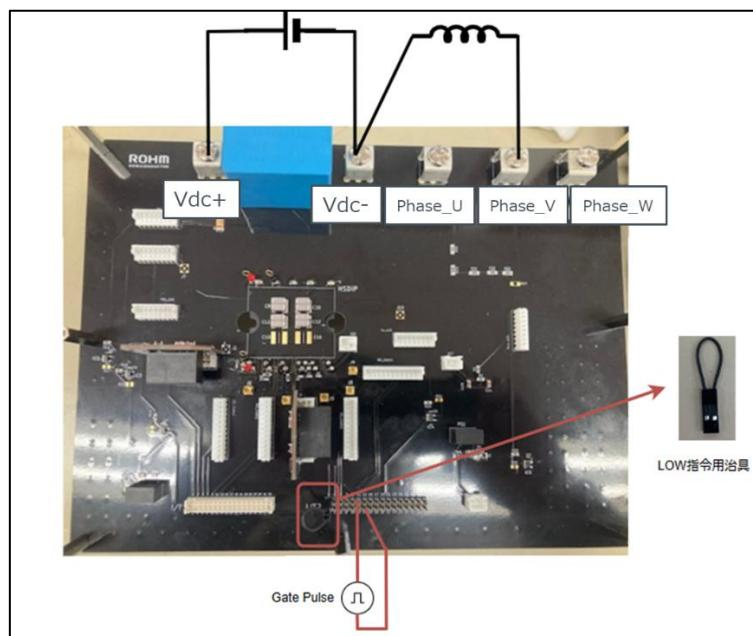
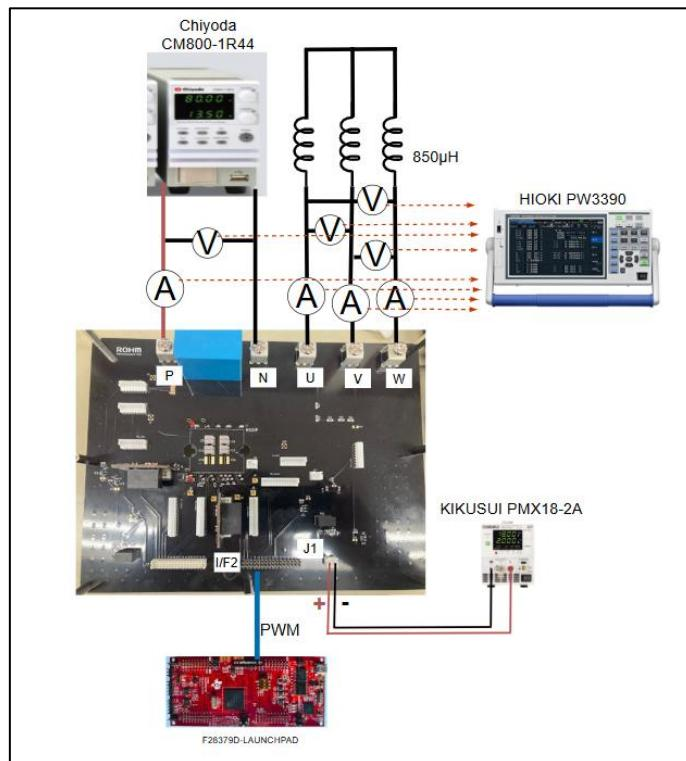

Figure 4-1 DPT 試験時の主回路配線
Figure 4-2. 連続通電時の主回路配線例
手順① Figure 4-1.及び Figure 4-2.の配線例のように主回路部分の配線を行ってください。主回路部分のターミナルのネジ径は M5 です。